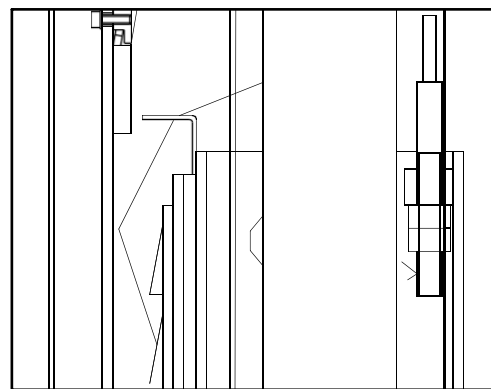

Fig. 14
- ◆ Manter os dois cabos em equilíbrio durante a subida ou descida. (Fig. 14)